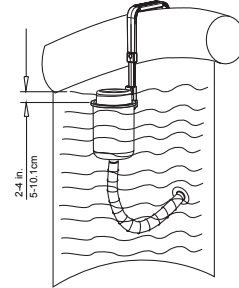
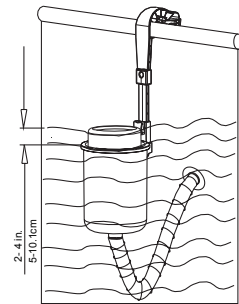

Fig. 17 / Abb. 17 / Kuva. 17 / EIK. 17 / Рис. 17 / Rys. 17 / 17. Ábra
Fig. 18 / Abb. 18 / Kuva. 18 / EIK. 18 / Рис. 18 / Rys. 18 / 18. Ábra
2. The float should be floating off the skimmer body by 5 cm to 10.1 cm (2 in. to 4 in.). Loosen the screw (P6521), slide the skimmer body (P6520) up and down to adjust the height and tighten the screw. (See Fig. 17 and Fig. 18)
2. O flutuador deve estar flutuando fora do corpo do skimmer entre 5cm a 10,1cm (2" a 4"). Desaperte o parafuso (P6521), deslize o corpo do skimmer (P6520) para cima e para baixo para ajustar a altura e aperte o parafuso. (Veja Fig. 17 e Fig. 18)
2. El flotador debe estar flotando fuera del cuerpo del skimmer de 5cm a 10.1cm (2 pulg. A 4 pulg.). Afloje el tornillo (P6521), deslice el cuerpo del skimmer hacia arriba (P6520) y hacia abajo para ajustar la altura y ajuste el tornillo. (Vea Fig. 17 y Fig. 18)
2. Der Schwimmer sollte 5cm bis 10.1cm (2 in. Bis 4 in.) vom Skimmer- Gehäuse entfernt schwimmen. Lockern Sie die Schraube (P6521), verschieben Sie das Skimmer-Gehäuse (P6520) hoch und runter, um die Höhe einzustellen und ziehen Sie die Schraube fest. (Siehe Abb. 17 und siehe Abb. 18)
2. De vlotter moet 5cm tot 10,1cm (2 in. tot 4 in.) drijven boven de skimmer. Draai de schroef (P6521) los, schuif de skimmer (P6520) op en neer om de hoogte te regelen en draai de schroeven vast. (See Fig. 17 and Fig. 18)
2. Il galleggiante deve uscire dal corpo dello skimmer di circa 5-10.1cm. Allentare la vite (P6521) e far scorrere su e giù il corpo dello skimmer (P6520) per regolare l'altezza, quindi stringere la vite (Vedere Fig. 17 e 18).
2. Le flotteur doit flotter à l'extérieur du corps du dépollueur de 5cm à 10,1cm (2 in. à 4 in.). Desserrez la vis (P6521), faites glisser le corps du dépollueur (P6520) vers le haut et vers le bas pour régler la hauteur, puis serrez la vis. (Voir Fig. 17 et Fig. 18)
2. Поплавок должен плавать, выступая из корпуса скиммера на расстояние от 5 до 10,1 см (от 2 до 4 дюймов). Ослабьте винт (P6521), выполните регулировку, сдвигая корпус скиммера (P6520) вверх или вниз и затяните винт. (См. Рис. 17 и 18)
2. Pływak powinien unosić się nad korpusem skimmera w odległości 5-10,1 cm (2 - 4 in.). Poluzuj wkręt (P6521), przesunij korpus skimmera (P6520) do góry i w dół, aby ustawić jego wysokość, i dokręć wkręt. (Zob. Rys. 17 i Rys. 18)
2. Flottören ska flyta 5 till 10,1 cm från skimmern (2 in. to 4 in.). Lossa skruven (P6521), för skimmern (P6520) upp och ner för att justera höjden och fäst sedan skruven. (Se Fig. 17 och Fig. 18)